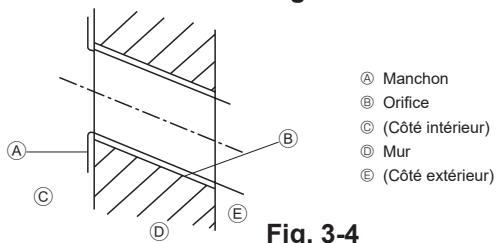

Fig. 3-4
3.2.2. Forage de l'orifice des tuyaux (Fig. 3-4)